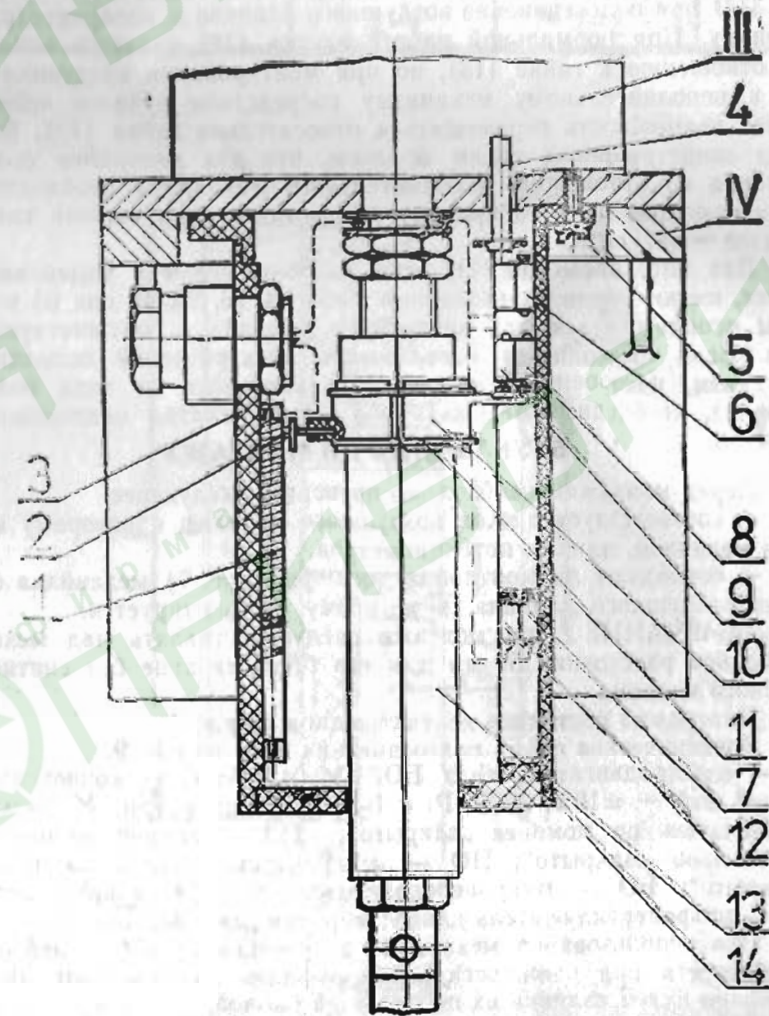

Рис. 3
того блока (20). При достижении определенного усилия, а следовательно, и определенного вращательного момента, зубчатый блок (20), подерживаемый в осевом направлении пружиной (22), перемещается вниз. При постижении определенного положения зубчатого блока (20) с помощью рычага (25) и конечного выключателя (6) (рис. 3) прекращается подача напряжения к электрическому двигателю для вращения в одном направлении.
4.4. Стойка (IV) служит для прикрепления исполнительного механизма к воздушному клапану. Она прикреплена к нему 4 болтами М8, а к исполнительному механизму с помощью трех болтов М8.
— Снимаются крышки (14) и (3) (рис. 3). Ожидается поврежденный выключатель, вытискивается и снова монтируется на то же самое место.
— Прервана цепь между ползуном (2) (рис. 3) и потенциометром (1).
(рис. 3) и почистить поверхность потенциометра и дуга (2) (рис. 3).